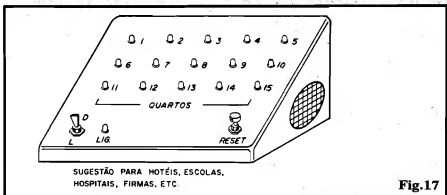

Fig. 17
- FIG. 17 - CENTRAL DE QCP PARA HOTÉIS, ESCOLAS, HOSPITAIS, FIRMAS, ETC. - Parece-nos a mais óbvia solução (que pode - como foi dito - receber diversas variações, a critério de cada um...), com um painel inclinado, com fácil visualização não importando se o operador está em pé ou sentado... Os LEDs indicadores podem ser dispostos obedecendo a "linhas" e "colunas", devidamente etiquetados ou legendados (com o número ou "nome" dos quartos, salas/ou pontos de chamada a serem identificados...). No mesmo painel frontal podem ficar o botão de RESET, a chave "liga-desliga" e o LED piloto da alimentação... Numa das laterais (ou mesmo na traseira) pode ser instalado,